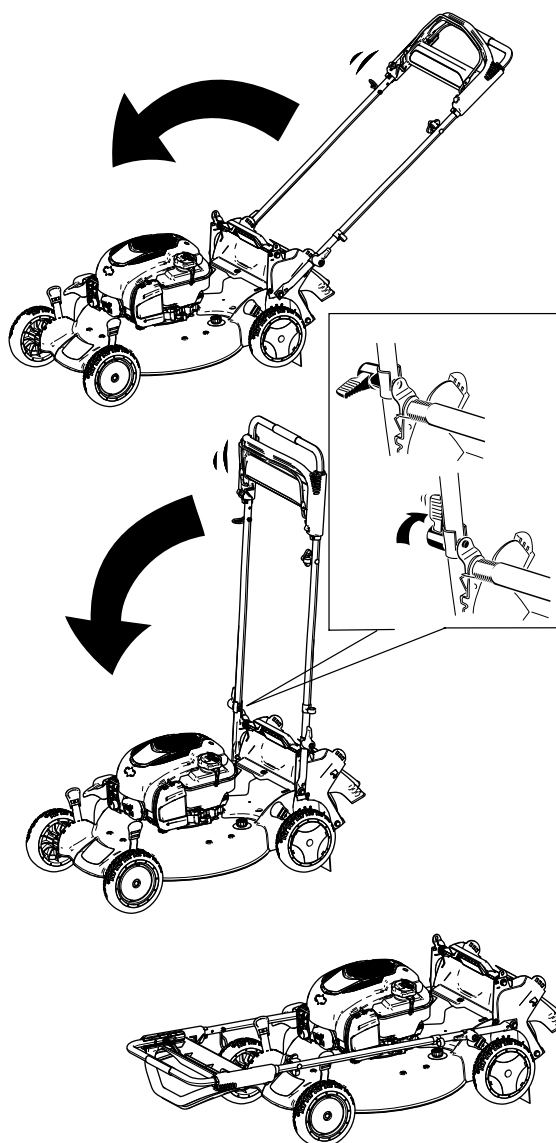

Bild 36
2. Drehen Sie den Holm nach vorne (Bild 36).